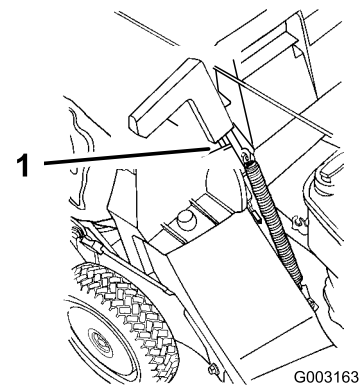

Figure 21
5. Tirez la poignée du volet d'éjection vers l'avant pour dégager le goujon de l'arrêt, puis repoussez la poignée vers l'arrière pour bloquer le goujon dans l'encoche du bac (Figure 21).